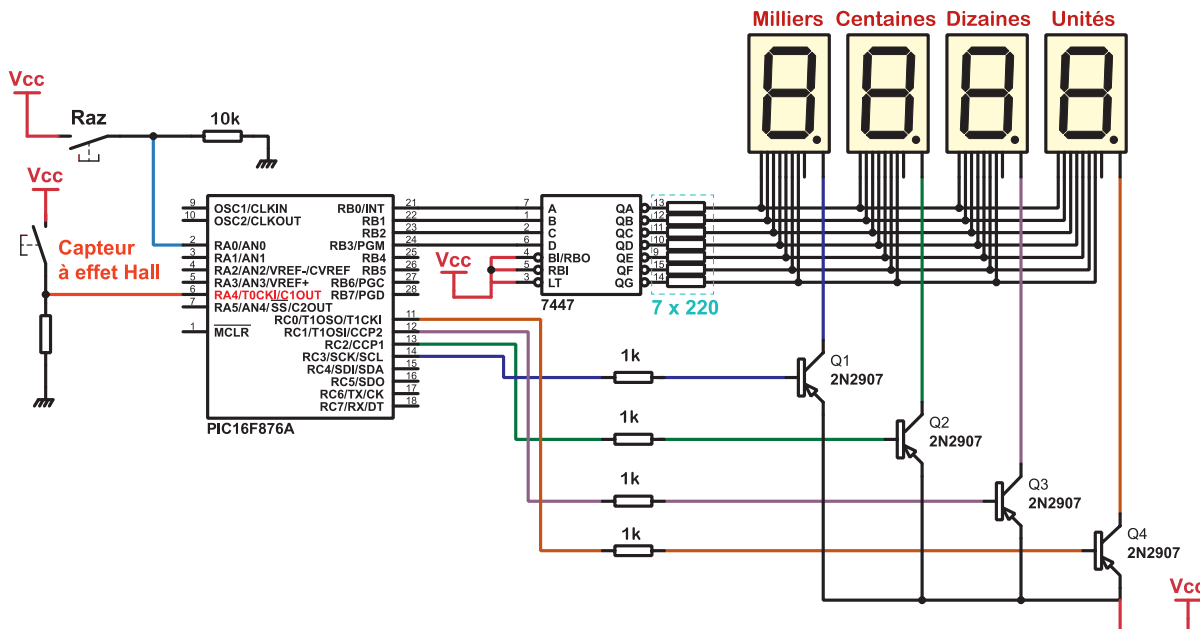

Figure 16
2. En se référant à la description faite au préalable, au schéma de simulation (figure 16) et au tableau précédent, compléter le programme suivant afin de concevoir le compteur désiré et afficher en kilomètres la distance parcourue par la voiture.
NB : On peut utiliser un signal d'horloge CLOCK de fréquence $f=256$ Hz au lieu du capteur pour simuler le montage de la figure 16.